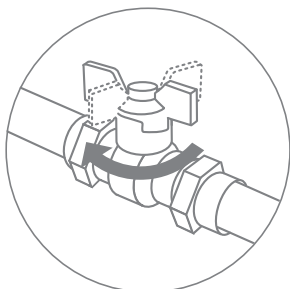

Рис. 16
- Перед началом работ перекройте подачу холодной воды к месту подключения (рис. 16) и сбросьте давление, открыв кран чистой воды.